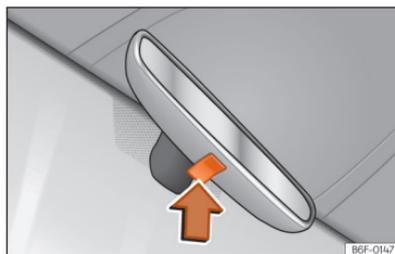

Fig. 89 Retrovisor com antiencandeamento manual.
- Para evitar o encandeamento, pressione a patilha do espelho retrovisor para cima »» Fig. 89 (seta).